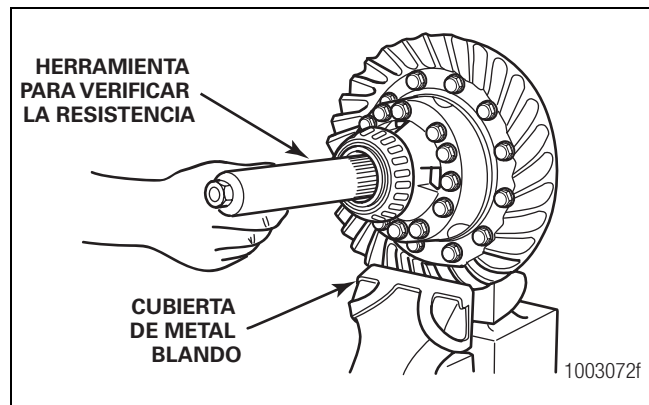

Figura 5.28
2. Coloque el conjunto del diferencial y la corona en un tornillo de banco. Coloque cubiertas de metal blando sobre las mordazas del tornillo de banco para proteger la corona. Figura 5.28.
3. Coloque la herramienta en el diferencial hasta que las ranuras de la herramienta y un engranaje lateral estén engranados. Figura 5.28.